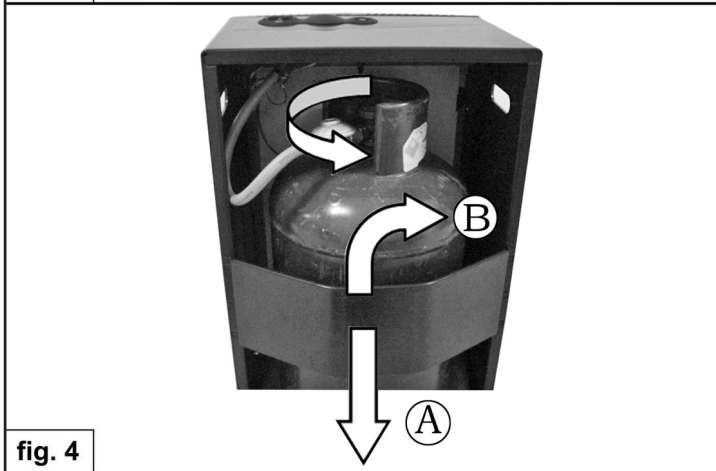

fig. 4
- Remettre en place la plaque arrière de l'appareil. (fig.4 repère A)
- Ouvrir l'arrivée du gaz (robinet du réservoir et/ou manette du détendeur). (fig.4)